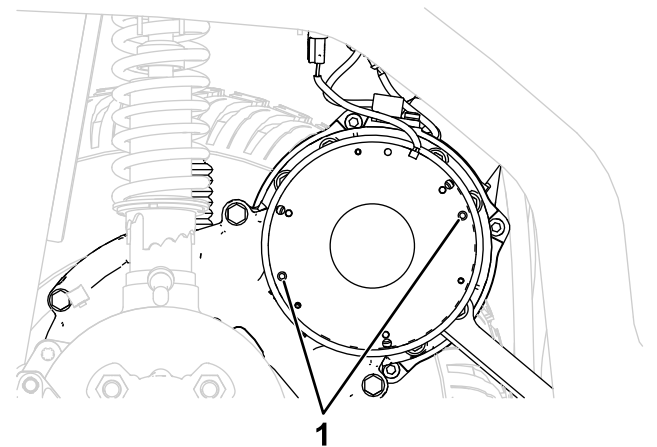

Figura 25
4. Para quitar el freno de estacionamiento, introduzca 2 tornillos (M5-0.8 × 45 mm) en los orificios indicados en la Figura 25, y apriételos lentamente.